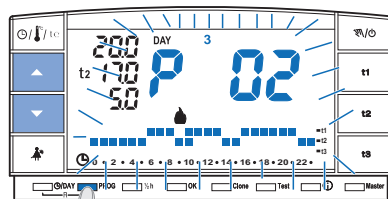
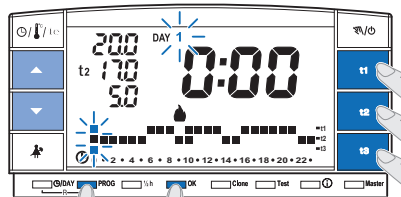

fig. 14
fig. 15
- Per modificare le impostazioni precedentemente salvate del programma **P01**, **P02** o **P03**, premere il tasto **PROG** per entrare in visualizzazione programmi, premere i tasti ▲▼ (oppure PROG ad impulsi) sino a quando sul display appare il numero del programma che si vuole modificare (**P 01** o **P 02** o **P 03**) fig. 14, premere il **tasto OK** (oppure il tasto PROG) **per 4 secondi** per accedere alla modifica (esempio in fig. 15); se il giorno da modificare non fosse Lunedì premere una o più volte **OK** fino a selezionare il giorno desiderato.
- Procedere alla modifica del profilo giornaliero utilizzando i tasti **t1**, **t2** o **t3** (esempio in fig. 15).